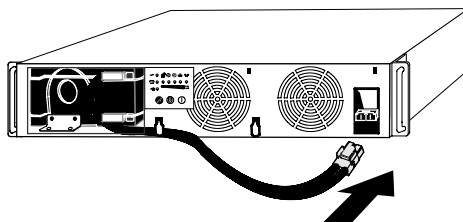

Abbildung 2. Anschließen des Internen Batterieanschlusses
3. Den Akku anschließen (siehe Abbildung 2).